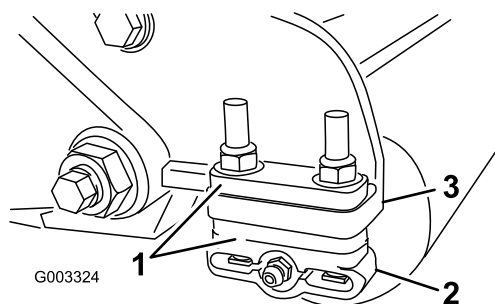

Bild 11
11), um die Halterungen der hinteren Rolle (Bild 11) auf die gewünschte Schnitthöhe einzustellen, siehe Schnitthöhentabelle.